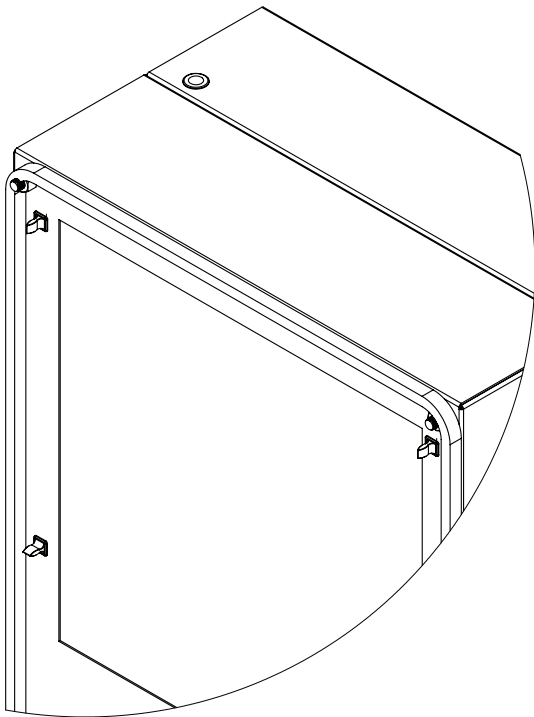

Abbildung 7
3. Montieren Sie die Dichtung mithilfe des mitgelieferten Dichtungsbausatzes an der Frontplatte des Kühlgeräts (siehe Abbildung 7).